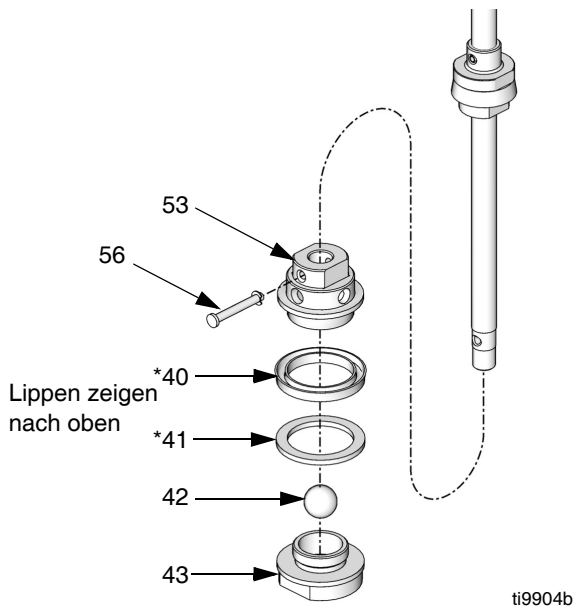

ABB. 20
8. Stift (56) entfernen. Kolbenventileinheit entfernen. Kolbenventil (43) aus Kolbengehäuse (53) herausschrauben. Spaltring (41*), Rillring (40*) und Kugel (42) entfernen. Alle Teile auf Beschädigungen untersuchen. Siehe ABB. 20.